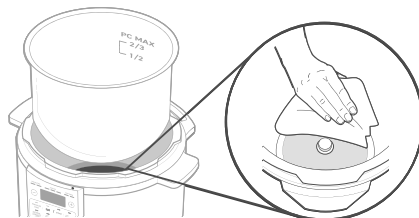

Figure 2.2
5. Retirez la cuve interne. Essuyez l'élément chauffant avec un chiffon doux et sec pour vous assurer qu'il ne comporte pas de débris. **[Figure 2.2]**